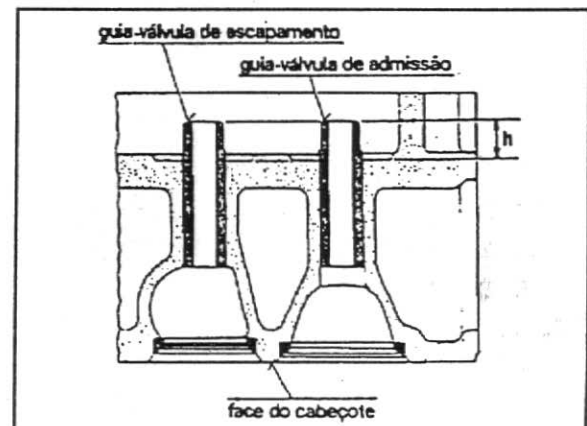

Fig. 19
2. Prende a guia com a mesma ferramenta utilizada para sacá-la. Na prensagem das guias mantenha a altura entre 14,7 e 15,5 mm (0,579/0,609 pol) acima da superfície de assentamento das molas das válvulas, fig.19.